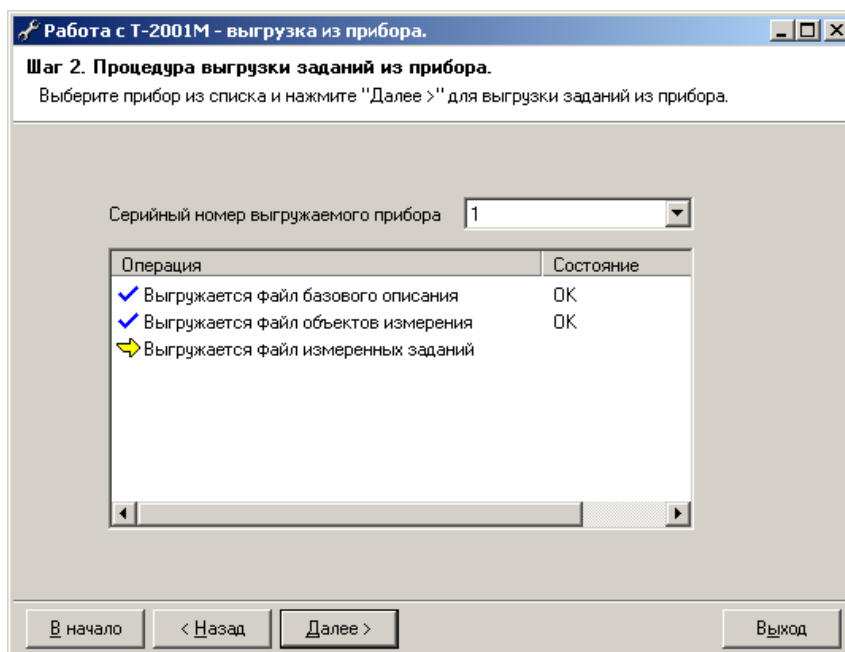

Рис. 14. Выгрузка данных из течеискателя.
4. В появившемся окне "**Выгрузка данных из прибора**" (рис.14) нажать кнопку "**Далее >**".
3. В появившемся окне **"Выгрузка данных из прибора"** (рис.14) нажать кнопку **"Далее >"**.